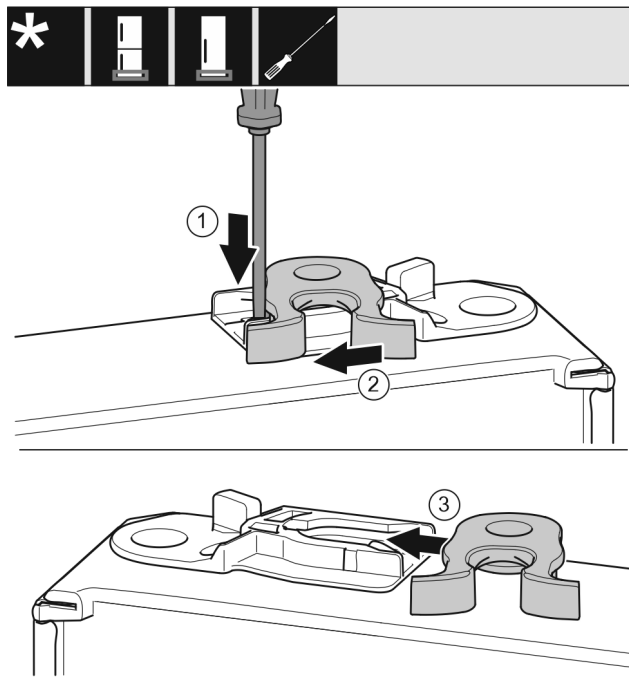

Fig. 19
- ▶ Odvijačem s ravnom glavom pritisnite spojnicu Fig. 19 (1) prema dolje.
- ▶ Izvucite kuku za zatvaranje Fig. 19 (2) iz vodilice.
- ▶ Gurnite kuku za zatvaranje Fig. 19 (3) na drugoj strani u vodilicu.